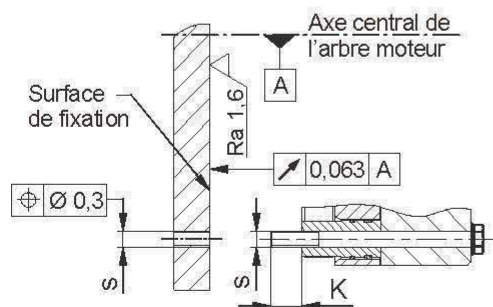

Fig. 5
- Pour les moyeux (Type 8012_1_3), déterminer les ajustements arbre/moyeu (10) de façon à éviter tout élargissement de la denture du moyeu (10). Ceci conduirait à un blocage du rotor (3) sur le moyeu (10) et occasionnerait des dysfonctionnements du frein. Ajustement arbre/moyeu conseillé H7/k6. Dans le cas où le moyeu (10) est chauffé pour faciliter l'assemblage, il faut alors auparavant retirer le joint torique (11) et le replacer après le montage du moyeu. La température d'assemblage maxi admissible ne doit pas dépasser 200 °C.
- Le diamètre de l'arbre, le couple transmissible, et les conditions de fonctionnement sont des facteurs importants pour le dimensionnement d'une liaison à clavette. Pour cela, le client doit connaître les informations nécessaires ou bien les déterminer en fonction des bases de calcul de la norme DIN 6892. Pour les calculs, prévoir une qualité du moyeu de Re = 300 N/mm². La clavette doit porter sur toute la longueur du moyeu (10).
- Respecter les dimensions de montage et les filetages s d'une profondeur K + 2 mm (K = saillie de la vis) indiqués dans le catalogue ou le plan d'assemblage respectif (fig. 5).